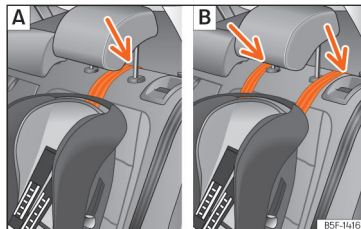

Abb. 39 Rücksitz: Einstellung und Einbau unter Verwendung des Top Tether-Gurts.
- Führen Sie den Gurt unter der Kopfstütze durch (in Abhängigkeit der Gebrauchsanweisungen des Kindersitzes ggf. Kopfstütze anheben oder entfernen) »» (Abb. 39).